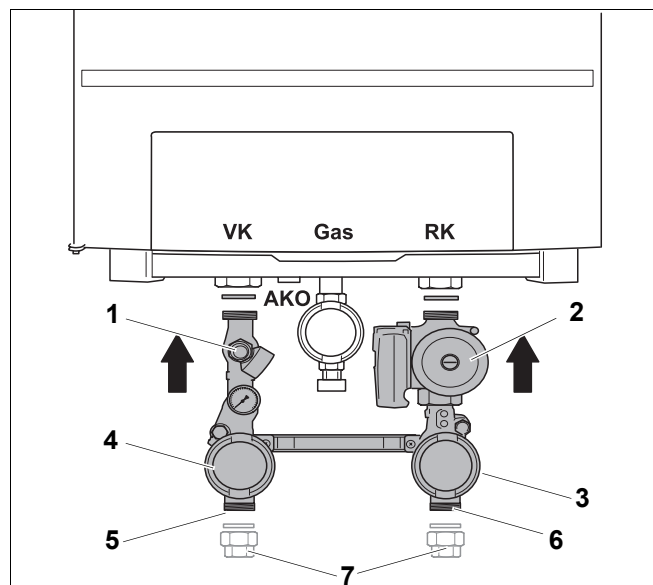

Рис. 9 Установка сервисной арматуры
- При монтаже синей и красной сервисной арматуры (рис. 9, **поз. 3** и **поз. 4**) выполнить установку прилагающихся плоских резиновых прокладок в соединениях RK и VK (подающая и обратная линия системы отопления).
- Без напряжения подсоединить трубопровод подающей линии к красной сервисной арматуре (рис. 9, **поз. 5**). При необходимости применить резьбовое соединение (резьбовые соединения поставляются в комплекте, рис. 9, **поз. 7**).
- Без напряжения подсоединить трубопровод обратной линии к синему сервисному вентилю (рис. 9, **поз. 6**). При необходимости применить резьбовые соединения (поставляются в комплекте, рис. 9, **поз. 7**).
В присоединительном блоке имеется предохранительный клапан на 4 бар (рис. 9, поз. 1).